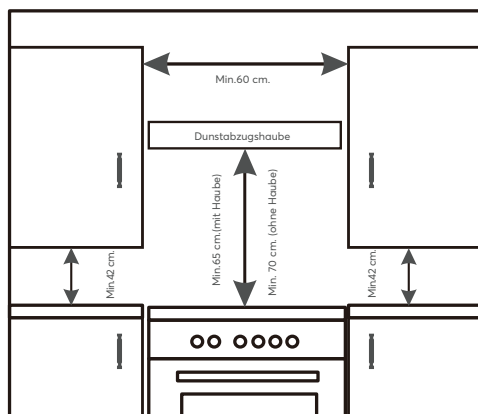

Abbildung 1
- d. Die Wandschränke neben der Haube müssen in einer Mindesthöhe von 42 cm über den Herdplatten angebracht werden, wie in Abbildung 1 dargestellt
- f. Sollte der Herd unter einem Wandschrank installiert werden, so muss dieser mindestens 70 cm von den Herdplatten entfernt sein, wie in Abbildung 1 dargestellt.
- g. Der Ausschnitt für den Herdschrank sollte die in Abbildung 1 angegebenen Maße haben.